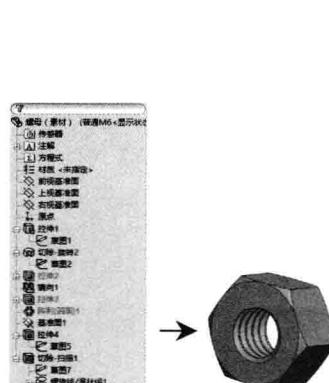

图 1-9 修改相关尺寸完成“普通 M6”配置操作
STEP 2 通过修改零件尺寸，令新配置内螺母的内径为 6（修改“草图 5”），零件的螺距为 1（修改“螺旋线/涡状线 1”），螺母内接正六边形对角点的距离为 11.5（修改“草图 1”），两个平行边的长度为 10（修改“草图 2”），完成新配置内参数的修改，如图 1-9 所示。